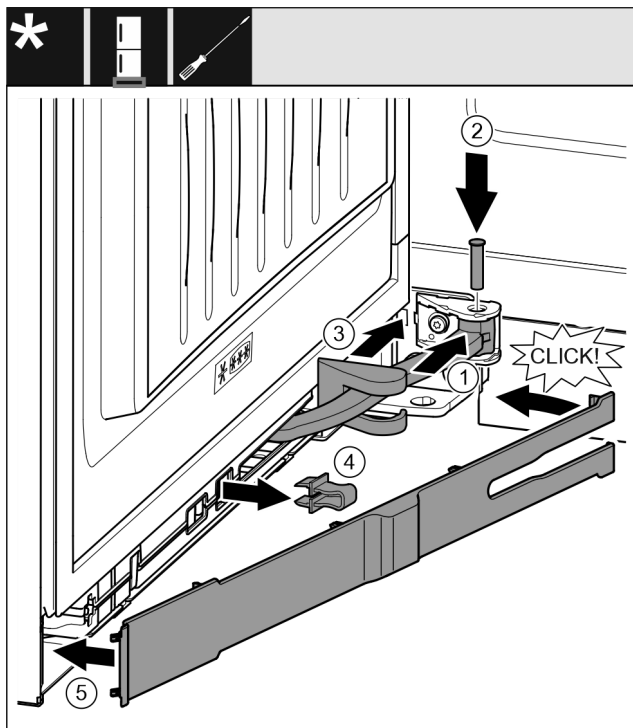

Fig. 63
- Tourner la jointure Fig. 63 (1) dans la fixation.
- Insérer l'axe Fig. 63 (2) dans la fixation et la jointure avec un tournevis. Veiller à ce que l'ergot soit bien en place dans la rainure.
- Faire glisser le cache du support de palier Fig. 63 (3) le long de la jointure et le monter au-dessus de la fixation.
- Retirer la fixation Fig. 63 (4).
- Placer le cache Fig. 63 (5) côté poignée et le faire basculer vers l'intérieur.